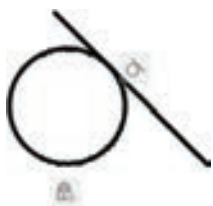

图 11-5 添加相切约束
4) 创建相切约束。单击“相切”按钮, 或者从菜单栏中选择“参数”→“几何约束”→“相切”命令, 接着使用鼠标在绘图区依次选择圆和直线, 从而为圆和直线这两个对象建立一个相切约束关系, 结果如图 11-5 所示。